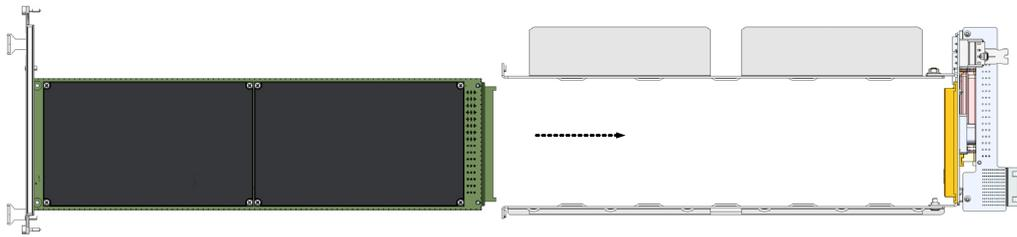

Abb. 2-6 Montage der ES4452.1 (links) mit montierter ES5372.1 Frontplatte in ES5372.1 Kartenkorb (rechts)
7. Schieben Sie die ES4452.1 mit montierter ES5372.1 Frontplatte vorsichtig in den ES5372.1 Kartenkorb (siehe Abb. 2-6)